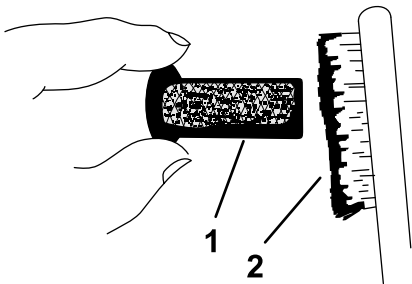

Figure 48
9. Avec une brosse, décalaminez la grille du pare-étincelles avec précaution (Figure 48).